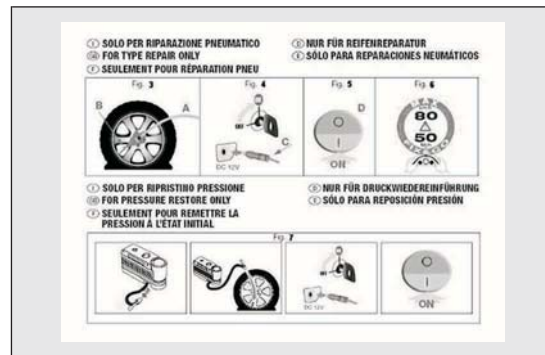

fig. 145
- pieghevole informativo (vedere fig. 145), utilizzato per un pronto uso corretto del kit di riparazione rapida e successivamente consegnato al personale che dovrà maneggiare il pneumatico trattato con il kit di riparazione pneumatici;